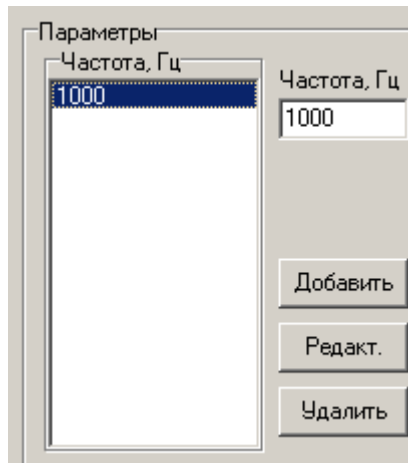

Рисунок 39. Выделение добавленной частоты
6.5.2.3 Выделить добавленную строку в списке отображения «Частота, Гц» (см. рисунок 39).